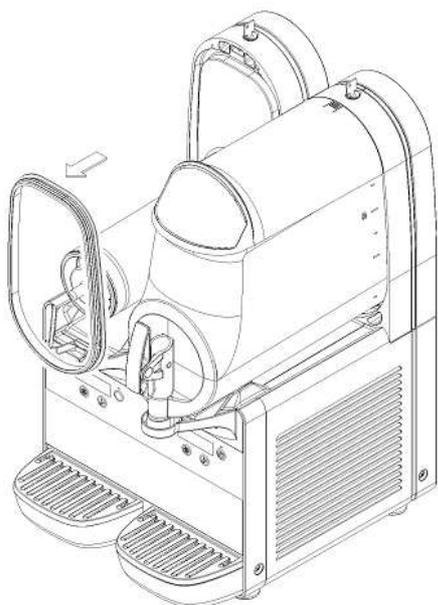

Рисунок 6
4. Снимите прокладку с корпуса (см. рисунок 6).